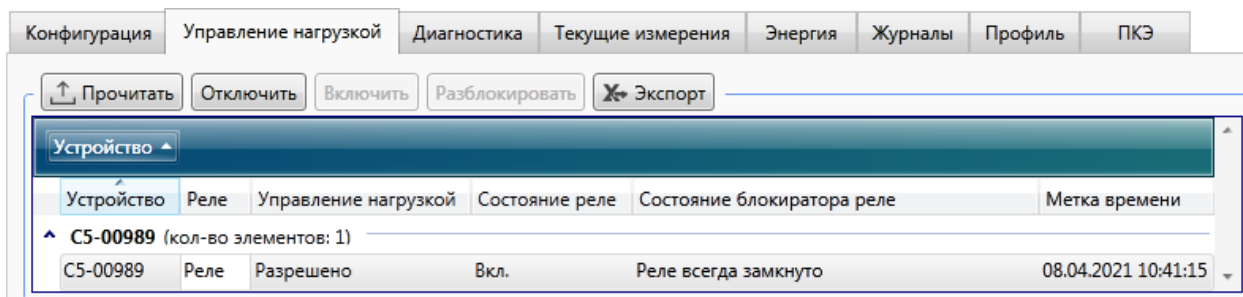

Рисунок 9.59 – Реле заблокировано в замкнутом состоянии
- реле всегда замкнуто, в случае если реле было замкнуто (рисунок 9.59).